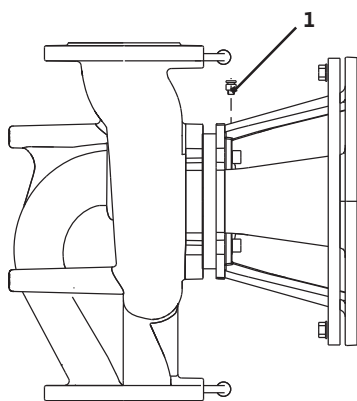

Fig. 41: Supapa de dezaerare
- Aerisiți pompele prin deschiderea supapelor de dezaerare (fig. 41, poz. 1). Funcționarea în gol distruge etanșarea mecanică a pompei. Este interzisă dezaerarea senzorului de presiune diferențială (pericol de distrugere).